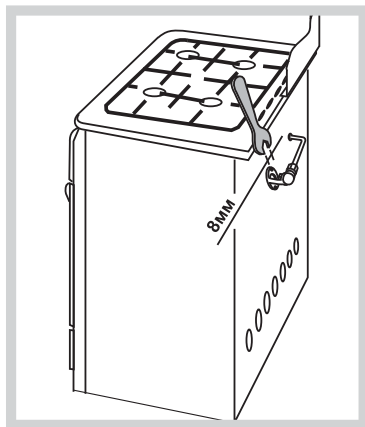

Рис.26
- Выкрутить при помощи ключа сопло (Рис.26)